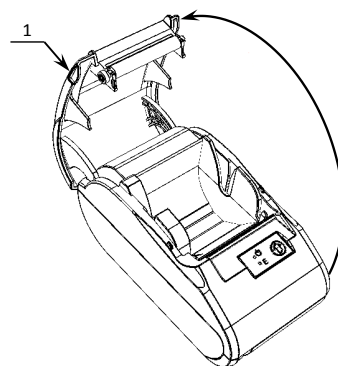

Рисунок 5. Открытие крышки изделия
1. Удерживая корпус устройства, аккуратно с усилием отделить крышку 1, затем откинуть крышку (рисунок 5).